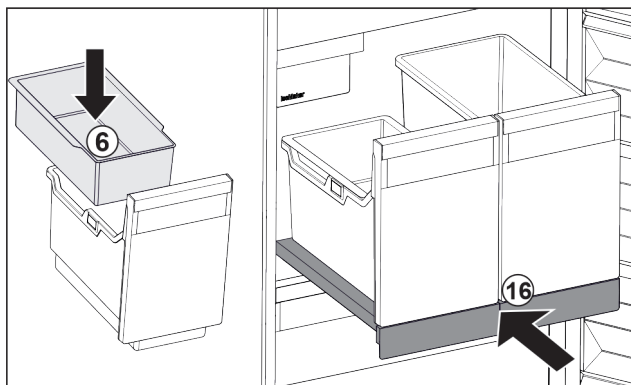

Fig. 30
- ▶ Vsaďte závěsnou misku Fig. 30 (6) pro kostky ledu.
- ▶ Zasuňte vysouvací přihrádku s nádobou (IceTower). Fig. 30 (16)